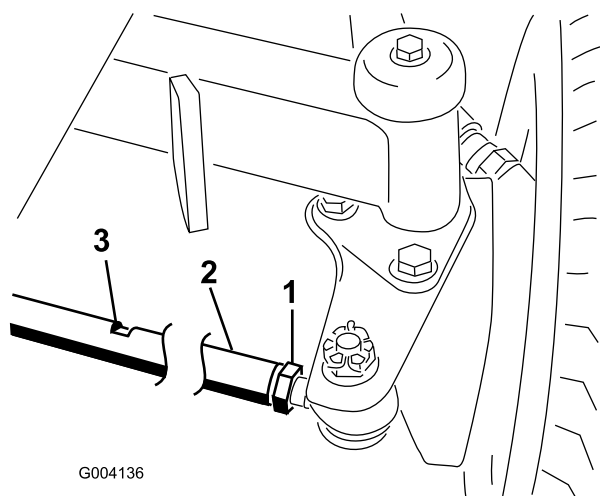

Figura 62
2. Allentate il controdado da ciascun lato del tirante (Figura 62).